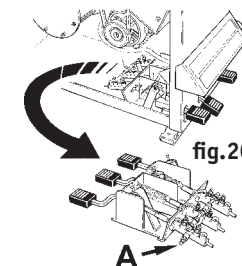

fig.20
- Inserire il tubo dell'aria nell'asola del cassone e collegarlo al rubinetto stallonatore (fig. 20).
- Insert the air hose into the hole in the casing and connect it to the bead-breaker (fig.20).